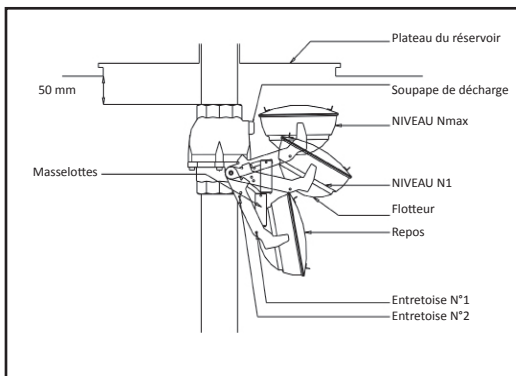

Figure 2
- 2 : Monter le Limiteur de Remplissage sur la douille du tuyau sous le plateau de trou d'homme, en plaçant le flotteur sous le testeur. La cote de 50 mm minimum entre le dessus du limiteur et le générateur du réservoir doit absolument être respectée. (Figure 2)